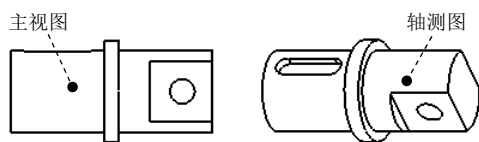

图 3.8.51 轴测图
Step3. 在系统  选择绘图视图的中心点。的提示下，在图形区的主视图的右侧单击，此时绘图区出现系统默认的零件模型的轴测图，如图 3.8.51 所示，并弹出“绘图视图”对话框。